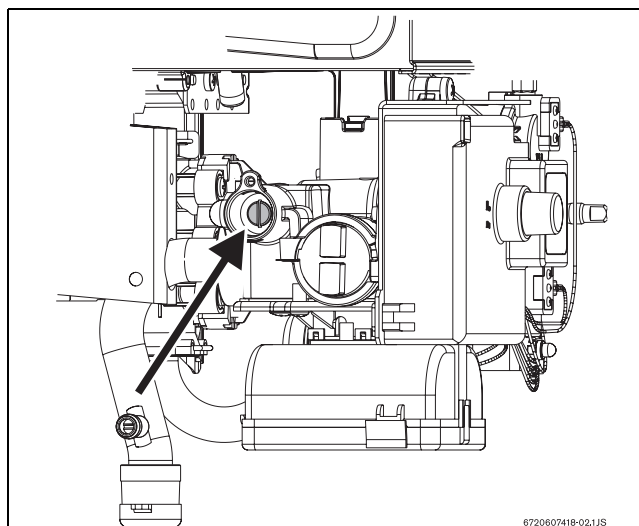

Fig. 14 Parafuso de ajuste de caudal de gás máximo
- Retirar a selagem do parafuso de ajuste (Fig. 14).
- Utilizando o parafuso de ajuste (Fig. 14) regular a pressão até atingir os valores indicados na tabela 8.